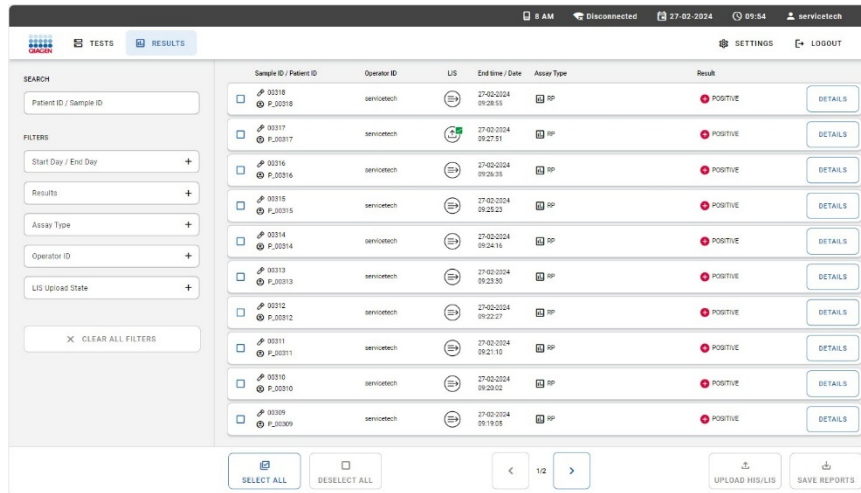

Abbildung 76. KIS/LIS-Upload-Status in der Ergebnisübersicht.
2. In der Ergebnisübersicht erscheint der Upload-Status in der Spalte „LIS“ (Abbildung 76).